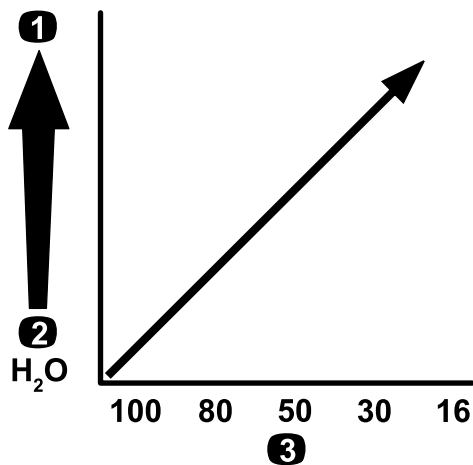

Figure 22
**Important:** Si vous pulvérisiez des produits chimiques de viscosité plus élevée (plus épais) ou des solutions avec poudres mouillables, vous devrez peut-être utiliser un maillage plus grossier pour le filtre sous pression disponible en option; voir la Figure 22.